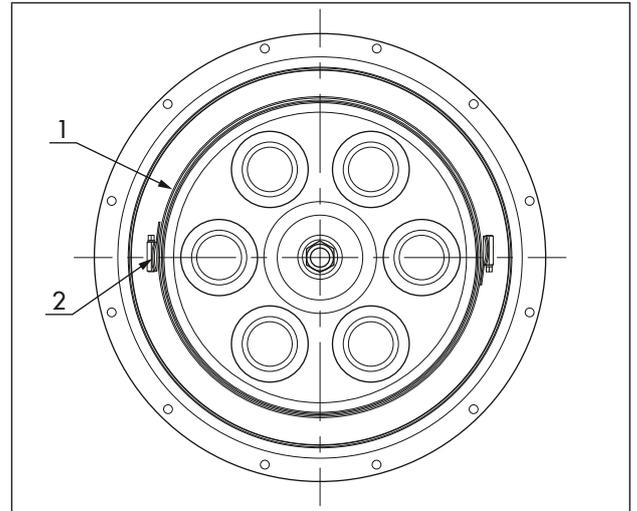

Fig. 14 : Alignement des fermetures des colliers de serrage
6. Ouvrir entièrement deux colliers de serrage (A6) neufs et les assembler en un seul collier de serrage (cf. Fig. 14).
9. Placer les fouloirs (A19) sous les fermetures des colliers de serrage et les ajuster (cf. Fig. 14).
8. Ouvrir entièrement deux colliers de serrage (A6) neufs et les assembler en un seul collier de serrage (cf. Fig. 14).
11. Placer les fouloirs (A19) sous les fermetures des colliers de serrage et les ajuster (cf. Fig. 14).